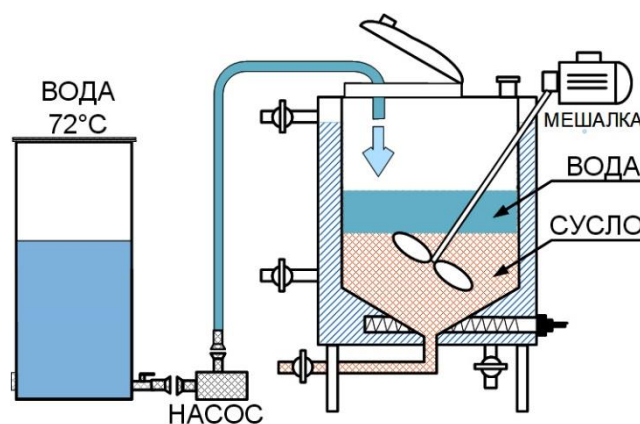

Рис.6. Залили промывочную воду.
4.4. Долить в ПВК столько же воды (50 литров), подогретой до 72°C и проходим паузу промывки (пункт 3.4) 30 мин. периодически перемешивая затор. Рис. 6.